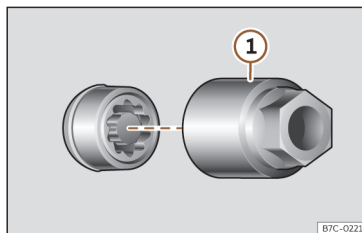

Fig. 204 Parafuso antirroubo com capa de proteção e adaptador.
- Encaixe o adaptador especial >>> **Fig. 204** ① (ferramenta de bordo >>> Página 325) no parafuso antirroubo da roda até ao limite.